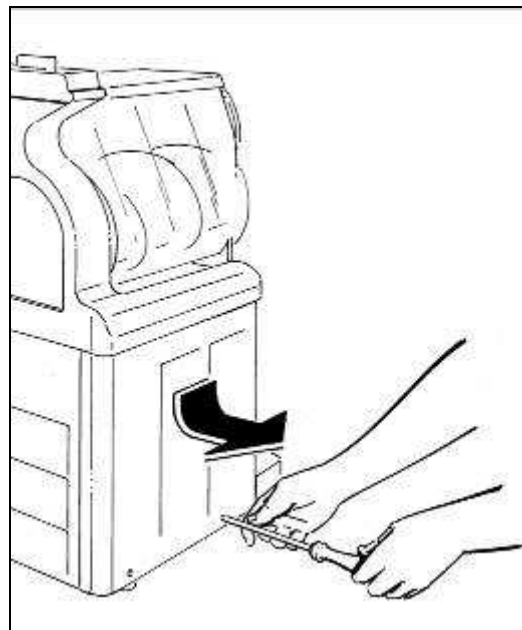

Abb. 29
- GT2: Lösen Sie die zwei Befestigungsschrauben unten an der linken Geräteseite und nehmen Sie die Verkleidung ab (Abb. 29).